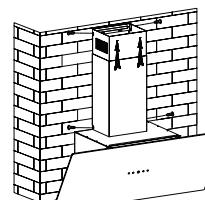

Bilde 3
5. Installer v-klaffen og ekspansjonsrøret på avtrekkshetten. Fest ekspansjonsrøret på uttaket med et kabelbånd. **Merk: Ekspansjonsrør følger ikke med produktet. Se bilde 3.**